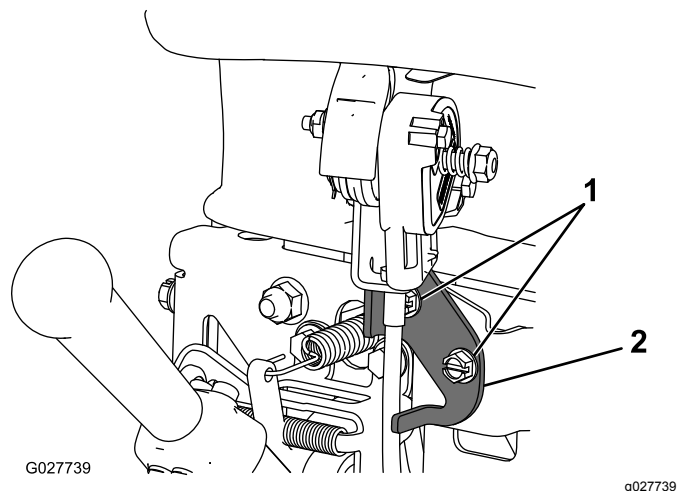

図 33
2. スロットルコントロールを固定している2つの固定具をゆるめる**図 33**。